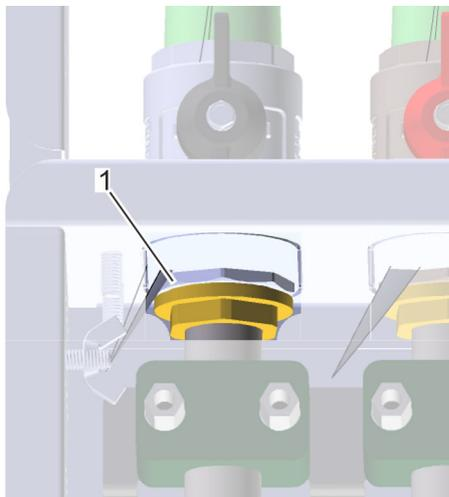

Abb. 35: Rohre verschrauben
- 7.** ➔ Verschraubungen der Rohre (Abb. 35/1) mit einem Rollgabelschlüssel anziehen.